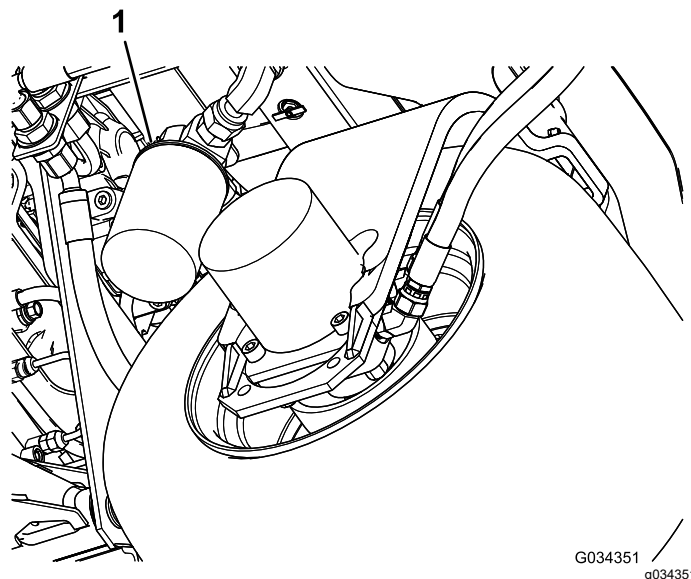

図 77
2. フィルタ取り付け部の周辺をウェスできれいにぬぐう。フィルタ 図 77 の下に廃油受けを置いてフィルタを外す。